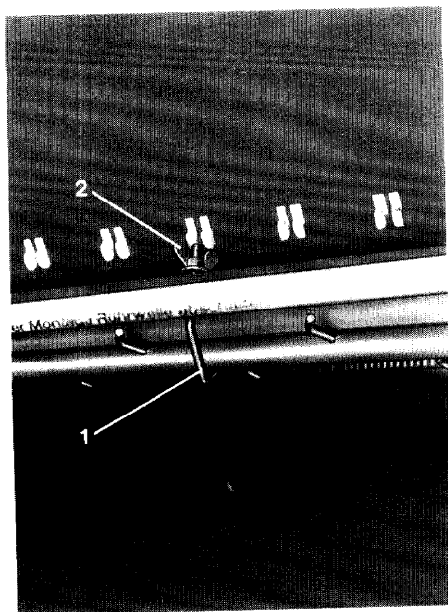

Fig. 50
- Elk twee haak-bouten (fig.50/1,51/7) in het midden van elke kool zaad inzetbak tussen roerderas en koolzaad-inzetbak, monteren en met vleugelmoeren (fig.50/2, 51/8) vastdraaien.